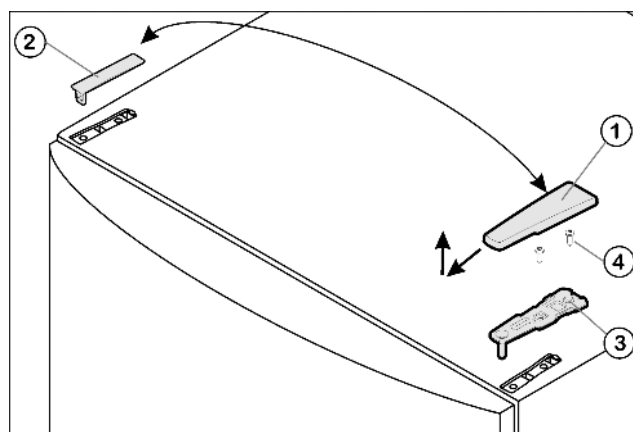

Fig. 4
- Потяните крышку Fig. 4 (1) вперед и вверх.
- Снимите крышку Fig. 4 (2).
- Открутите верхний опорный кронштейн Fig. 4 (3) (2 шт. Torx® 25) Fig. 4 (4) и вытяните вверх.
- ▶ Установите верхний опорный кронштейн Fig. 4 (3) на новой стороне шарнира и защелкните в дверце.
- ▶ Привинтите верхний опорный кронштейн (с моментом 4 Нм) (2 шт. Torx® 25) Fig. 4 (4). При необходимости сделайте отверстия или используйте аккумуляторную отвертку.
- ▶ Наденьте и защелкните крышку Fig. 4 (1) и крышку Fig. 4 (2) на противоположной стороне снаружи.